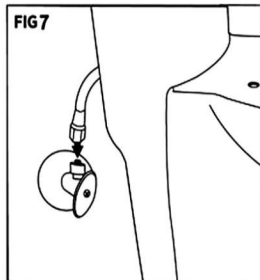

FIG 2
- 1** Install new floor bolts into floor flange. (Figure 2)
Introduisez les boulons à plancher neufs dans la bride de fixation. (Figure 2)